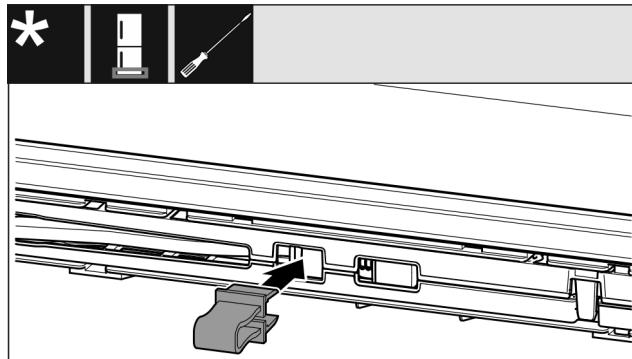

Fig. 14
- Zakvačite osigurač u otvor Fig. 14 0.